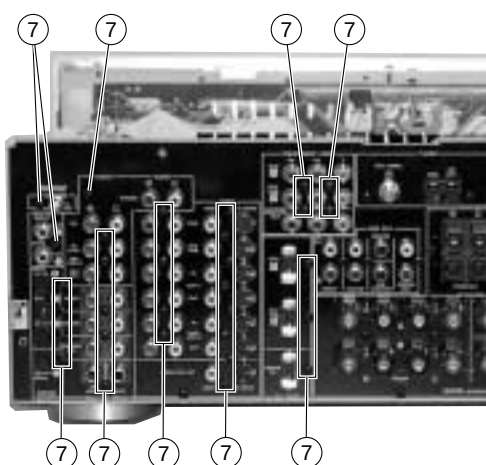

Fig. 8
- Remove 31 screws (⑦). (Fig. 8)
- ⑦のネジ31本を外します。(Fig. 8)